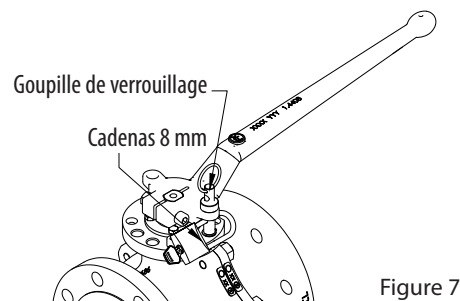

Figure 7
2. Si vous utilisez un cadenas à tige de 6 mm, insérez l'axe dans le trou de la goupille de verrouillage sous l'oreille du levier à main (Figure 7).